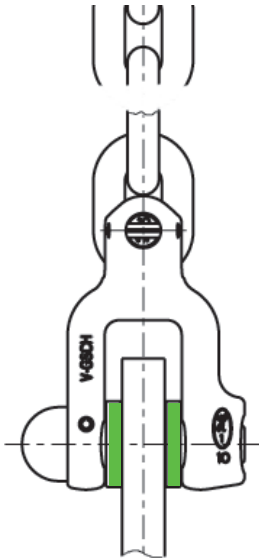

Abbildung 2: VGSCB mit Distanz-Scheiben
- Um einseitige Belastung des Schäkels zu vermeiden, sind Distanz-Scheiben auf beiden Seiten des Bolzens zulässig (siehe Abbildung 2).